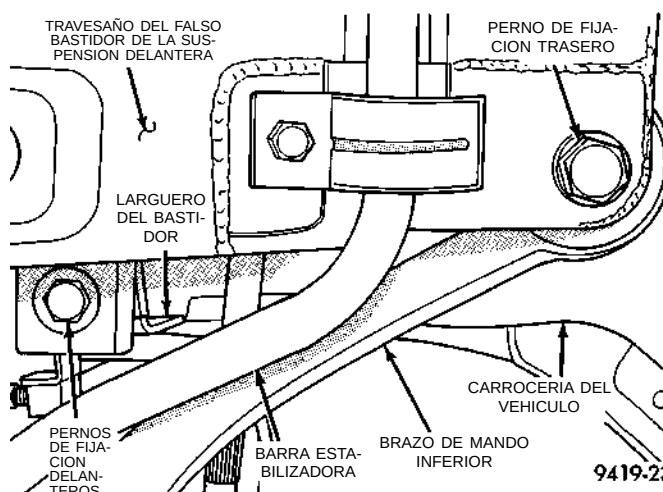
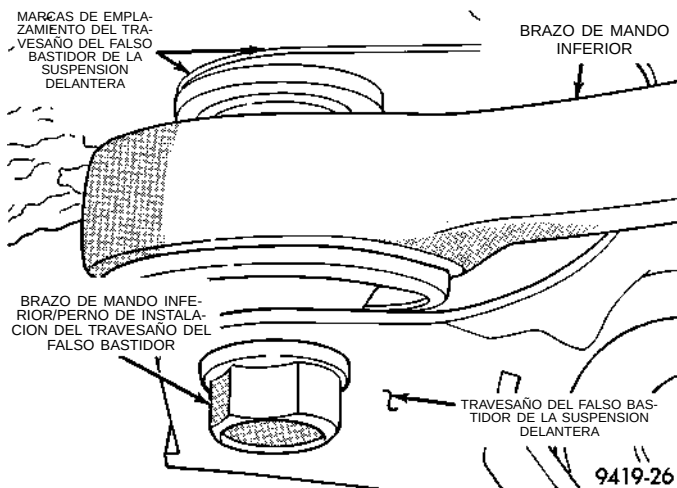

Fig. 13 Pernos de instalación del travesaño del falso bastidor de la suspensión delantera
Fig. 16 Travesaño del falso bastidor alineado con las marcas de emplazamiento
(12) Afloje y retire completamente los 2 pernos delanteros (Fig. 13) que fijan el travesaño de falso bastidor de la suspensión delantera a los largueros de bastidor del vehículo. Afloje luego los 2 pernos traseros (Fig. 13) que fijan el travesaño del falso bastidor de la suspensión delantera y brazo de mando inferior a la carrocería del vehículo. **Baje el travesaño del falso bastidor de la suspensión delantera mientras afloja los pernos traseros, pero no retire estos últimos del travesaño del falso bastidor.**
(2) Con un gato de transmisión, eleve el travesaño de falso bastidor de la suspensión delantera y el mecanismo de dirección contra la carrocería y el larguero de bastidor del vehículo. Introduzca los 2 pernos traseros en las planchas con rosca y que fijan el travesaño de falso bastidor de la suspensión delantera a la carrocería del vehículo (Fig. 13). Después instale los 2 pernos delanteros que fijan el travesaño de falso bastidor de la suspensión delantera a los largueros de bastidor del vehículo (Fig. 13). Apriete los 4 pernos de instalación hasta que el travesaño de falso bastidor de la suspensión delantera esté contra la carrocería del vehículo en los 4 puntos de instalación. Después apriete los 4 pernos de instalación con una torsión de 2 N·m (20 libras pulgada) para sostener en su lugar el travesaño de falso bastidor de la suspensión delantera.
PRECAUCION: Cuando vuelva a instalar el travesaño de falso bastidor de la suspensión delantera en el vehículo, éste **DEBERA** alinearse con las marcas de emplazamiento previamente trazadas en la carrocería del vehículo. (Fig. 16). Esto se **DEBE** hacer para mantener los reglajes de alineación **NETOS DE FABRICA** de la suspensión delantera.
(3) Con un martillo de metal blando, golpee suavemente el travesaño de falso bastidor de la suspensión delantera hasta que quede en posición, alineado con las marcas de emplazamiento trazadas anteriormente en la carrocería del vehículo (Fig. 16). Cuando el travesaño de falso bastidor de la suspensión delantera esté correctamente emplazado, apriete los 2 pernos de instalación traseros del travesaño de falso bastidor/brazo de mando inferior con una torsión de 163 N·m (120 libras pie). Después apriete los 2 pernos delanteros de fijación del travesaño de falso bastidor al larguero de bastidor con una torsión de 163 N·m (120 libras pie) (Fig. 13).